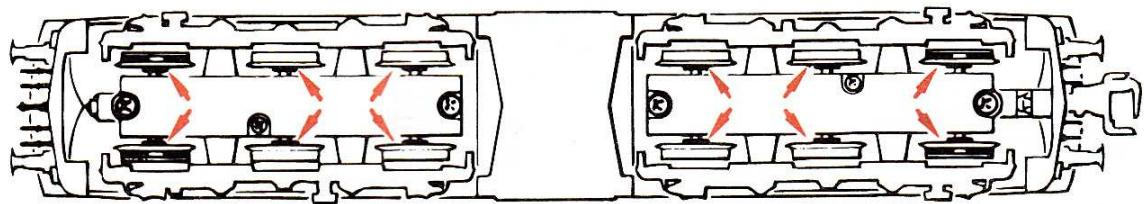

Fig. 8
**5. Échange des bandages d'adhérence:** Démontez d'abord le **couvercle du carter** des engrenages (fig. 8). Ensuite enlevez les bandages d'adhérence à l'aide d'une aiguille ou d'un tourne-vis fin. Lors du montage des nouveaux bandages veuillez veiller à ce que les bandages **ne soient pas tordues**.